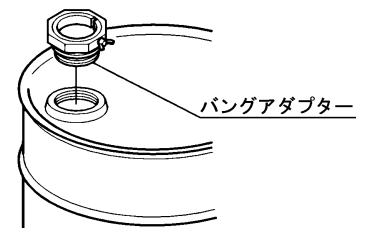

Fig.3
- 3) ドラム缶の注入口(2B)のプラグを外し、別途購入のバングアダプターをねじ込んでください。(Fig.3)